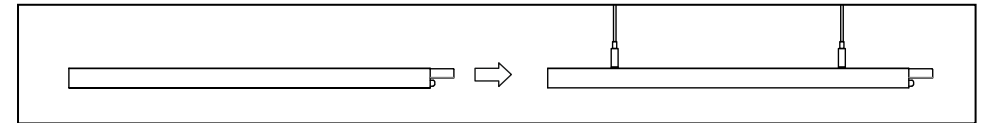
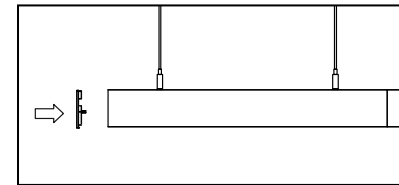

Рис. 3
Рис. 4
- 5.12. Осветительные приборы оснащены сквозной проводкой для подключения в линию. После соединения двух осветительных приборов в линию необходимо закрепить соединитель двумя винтами (рис. 3).. **Внимание!** Необходимо убедиться, что установлены торцевые заглушки (рис. 4) в начале и в конце магистральной линии (на последнем светильнике в линии необходимо снять соединитель).